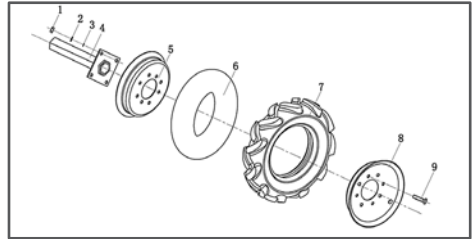

Рис. 3 Установка колеса на Мотоблок
5. Установите оси колес на диски с помощью крепежа (Рис. 3).